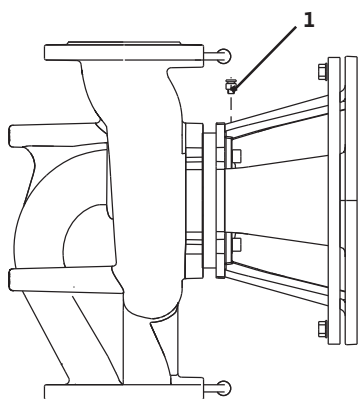

Fig. 41: Luftventil
- Luften pumpen ved å løsne luftventilene (fig. 41, pos. 1). Tørrgange ødelegger pumpens mekanisk tetning. Ikke luft differensialtrykktransmitteren (fare for ødeleggelse).